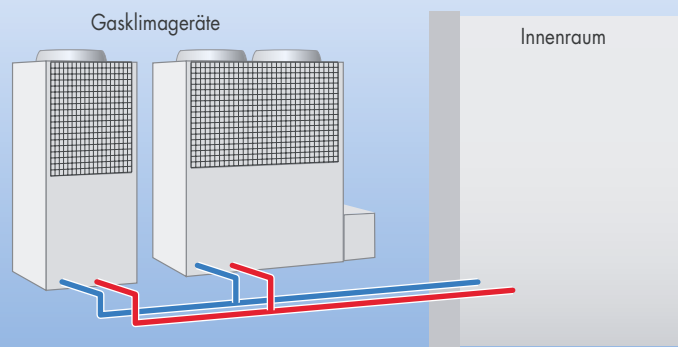

Bild 15
- Die erforderliche Kühl- bzw. Heizleistung lässt sich auf mehrere Geräte aufteilen. Auf diese Weise können Anlagen mit größeren Leistungen realisiert werden. Auch im Blick auf Verfügbarkeit und Belastung der Geräte kann eine Aufteilung der Leistung sinnvoll sein (Bild 15).